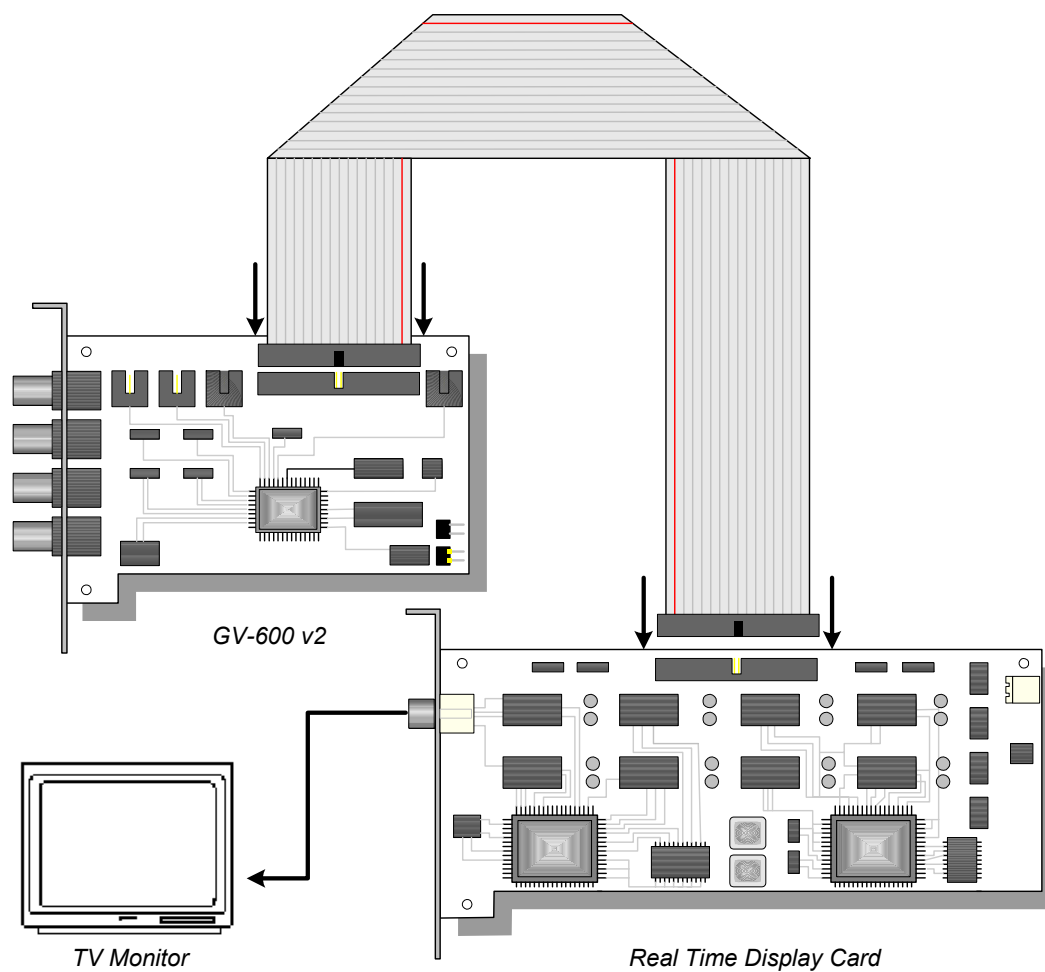

Figure 1-4. Podłączenie karty DSP oraz monitora analogowego
- Wyjście monitora analogowego (jak pokazano na rys. 1-4) .